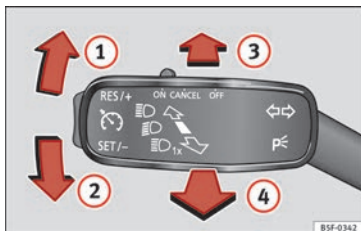

Fig. 133 Palanca de intermitentes y luz de carretera.
- Desplace la palanca » **fig. 133** hacia arriba ① o hacia abajo ②.
- Presione la palanca » **fig. 133** hacia delante en el sentido de la flecha ③.
- Las luces de carretera se apagan volviendo la palanca a la posición original en el sentido de la flecha ④.
- Tire de la palanca » **fig. 133** hacia el volante (punto de presión) en el sentido de la flecha ④.
- Accione la palanca de intermitentes **» fig. 133 »** pág. 130 hacia arriba o hacia abajo – se encienden las luces de posición del lado derecho o izquierdo del vehículo.